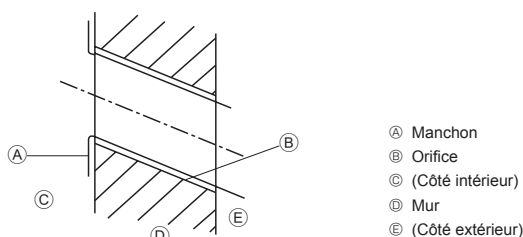

Fig. 3-4
- Ⓐ Planche d'installation ①
3.2.2. Forage de l'orifice des tuyaux (Fig. 3-4)